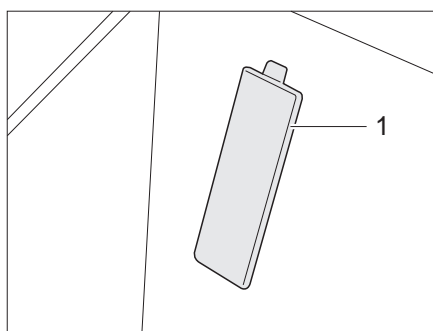

Fig. 286 Cache numéro de châssis (véhicule porteur Fiat)
- ▷ Le numéro de châssis se trouve derrière un cache (Fig. 286,1) dans la zone d'entrée, côté passager sur les véhicules porteurs Fiat.